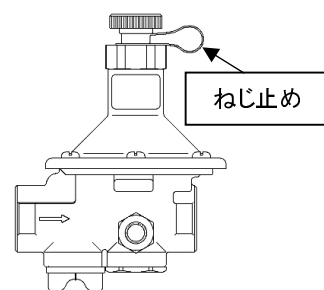

図2
- (3) キャップ上部に挿入しているねじ止めは、減圧機能を確認するために挿入していますので、水圧検査時以外は外さないでください。また、水圧検査後は元の状態に戻してください(図2)。